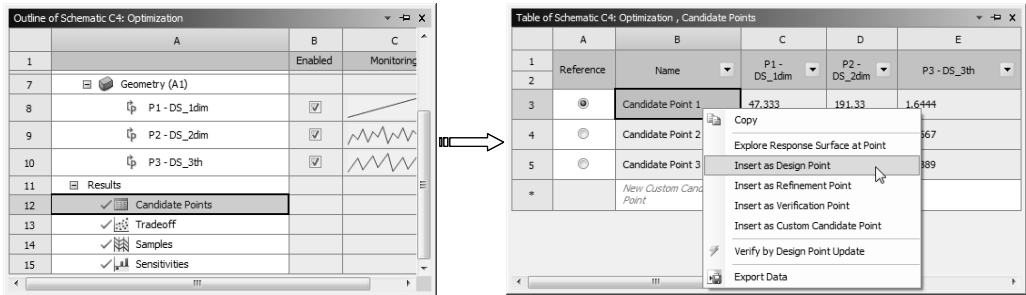

图 12-100 将候选点插入到设计空间
5) 在【Outline of Schematic C4: Optimization】窗口中选择 A12 栏中的【Candidate Points】选项，显示 3 个候选点。在 Candidate Point1 上单击鼠标右键，在弹出的快捷菜单中选择【Insert as Design Point】命令，将候选点插入到设计空间，如图 12-100 所示。